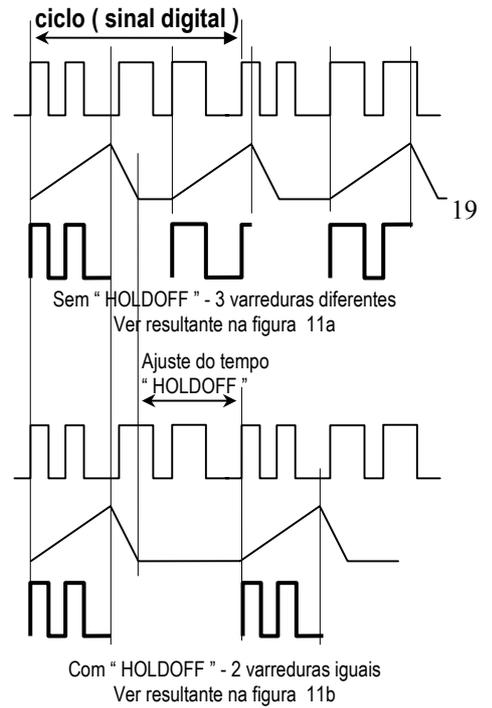

FIG.11
5. Funções de Controle HOLD OFF (Fig. 11)
A fig . 11 a, mostra um caso sem ajuste do HOLD OFF. Várias formas de onda diferentes são sobrepostas na tela, inviabilizando a observação do sinal. A fig .11 b, mostra um caso no qual a porção indesejável do sinal está suprimida. A mesma forma de onda é exibida na tela, sem sobreposição, permitindo sua observação.